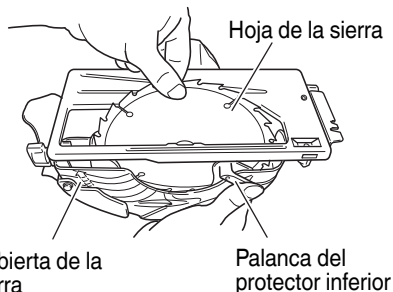

Fig. 16
- (2) Baje la palanca de bloqueo, bloquee el husillo y retire el perno de la izquierda y la arandela (B2) con la llave de caja cerrada.
- (3) Mientras mantiene sujeta la palanca del protector inferior para mantenerlo totalmente replegado en el interior de la cubierta de la sierra, retire la hoja (Fig. 16).